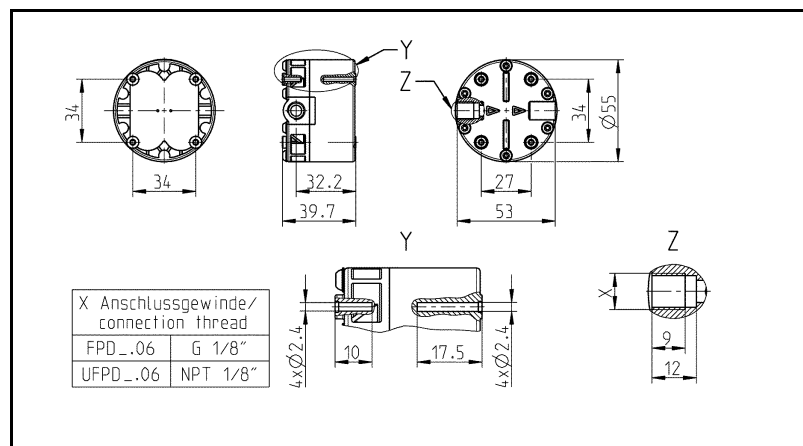

Fig. 1: Befestigungsmasse FPD_.06
- ➔ Befestigungsmasse (siehe Fig. 1 und 2)